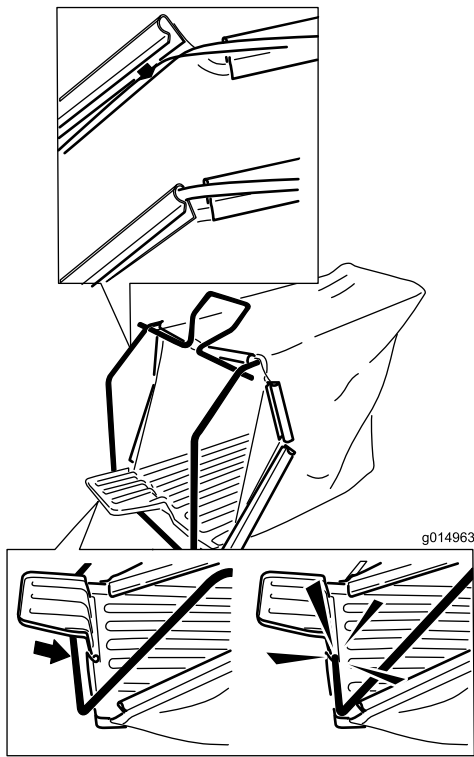

Figure 6
2. Enclenchez les clips sur l'armature, comme montré à la Figure 6.